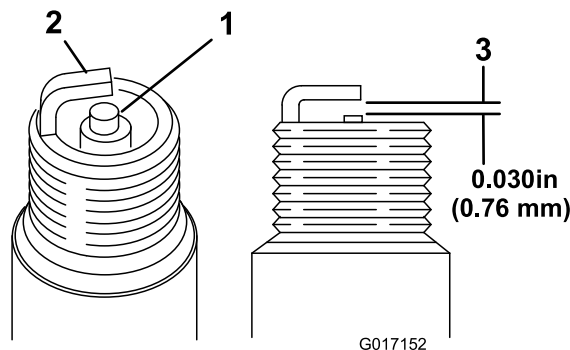

Figure 23
1. Examinez le centre de la bougie (Figure 23). Si le bec isolant est recouvert d'un léger dépôt gris ou brun, le moteur fonctionne correctement. S'il est couvert d'un dépôt noir, c'est généralement signe que le filtre à air est encrassé.
2. Contrôlez l'écartement entre l'électrode centrale et l'électrode latérale (Figure 23). Courbez l'électrode latérale (Figure 23) si l'écartement est incorrect.